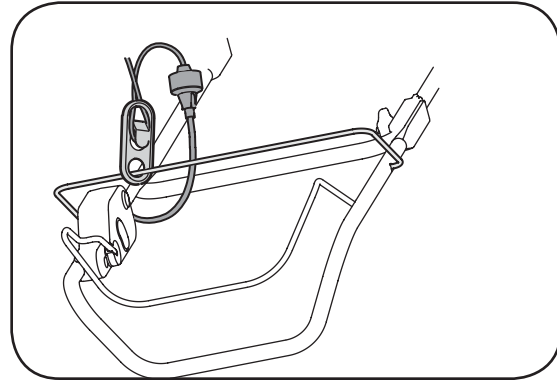

Figure 4-2
**REMARQUE :** Branchez la rallonge sur la tondeuse de la façon expliquée dans la section « Installation » avant de brancher la rallonge dans la prise murale. Consultez la Figure 4-2.
**REMARQUE :** Branchez la rallonge dans la prise murale. Consultez la Figure 4-2.